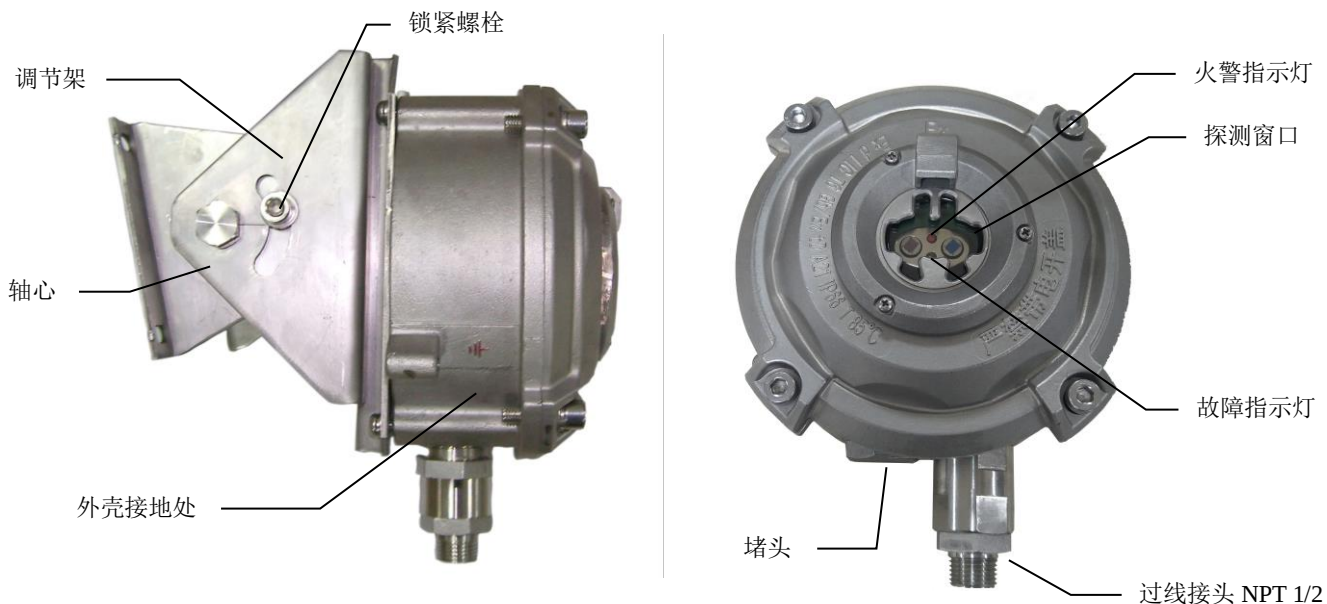

图 2 探测器外形示意图
1. 探测器结构示意图如图 2 所示。
探测器与电缆连接时，电缆通过过线接头从一个进线孔引入，另一个进线孔用堵头堵死（如图 2 所示）。注意：堵头应有 O 型橡胶密封圈。